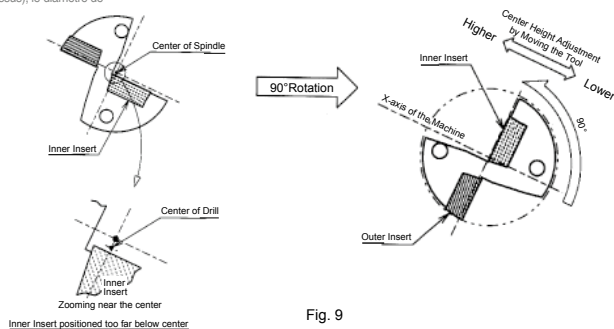

Fig. 9
② If the core diameter becomes too large after the above adjustment, install the drill by rotating 90° counter-clockwise as shown in Fig. 9 (Outer insert is positioned lower) and adjust the center height by moving the tool in the X-axis direction. (However, this makes it impossible to adjust the cutting diameter.)
② Sollte der Kerndurchmesser nach der o.g. Einstellung zu groß werden, drehen Sie den Bohrer um 90° gegen den Uhrzeigersinn wie in Abb. 9 gezeigt. (Die äußere Wendeplatte zeigt nach unten.) Durch Verschieben des Werkzeugs auf der x-Achse verstellen Sie die Mittenhöhe. (Bei diesem Verfahren ist es jedoch nicht mehr möglich, den Schnitttradius zu verändern.) Hinweis: Wenn Sie den Bohrer in der umgekehrten Richtung (mit der äußeren Wendeplatte nach oben zeigend) einbauen, wird der Bohrungsdurchmesser kleiner und könnte ein Verschweißen des Bohrers mit der Bohrung verursachen. ► Am besten stellt man die Mittenhöhe des Revolvers neu ein.
② Si le diamètre du noyau devient trop grand après l'ajustement ci-dessus, installer le foret à 90° dans le sens anti-horaire comme représenté dans la figure 9 (plaquette extérieure positionnée en dessous) puis ajuster la hauteur du centre en déplaçant l'outil dans la direction de l'axe X. (Cela ne permet cependant pas d'ajuster le diamètre de perçage.) Précaution : Lorsque le foret est installé dans le sens opposé (plaquette extérieure positionnée au-dessus), le diamètre de perçage devient plus petit, ce qui peut provoquer l'interférence du corps du foret avec le trou réalisé. ► La meilleure solution consiste à réajuster la position du centre de la tourelle.
② Inei casi in cui il diametro del testimone formatosi dopo la summenzionata regolazione fosse troppo grande, ruotare la punta di 90° in senso antiorario nel modo illustrato dalla fig. 9 (inserto esterno posizionato più in basso) e regolare l'altezza del centro spostando l'utensile nella direzione dell'asse x (ciò impedisce il dissassamento della punta). Montando la punta nel modo contrario (inserto esterno posizionato più in alto) il diametro di foratura si riduce, rischiando di causare lo sfregamento da interferenza della punta nel foro. ► In linea di massima ciò si risolve regolando nuovamente la centratura della torretta.